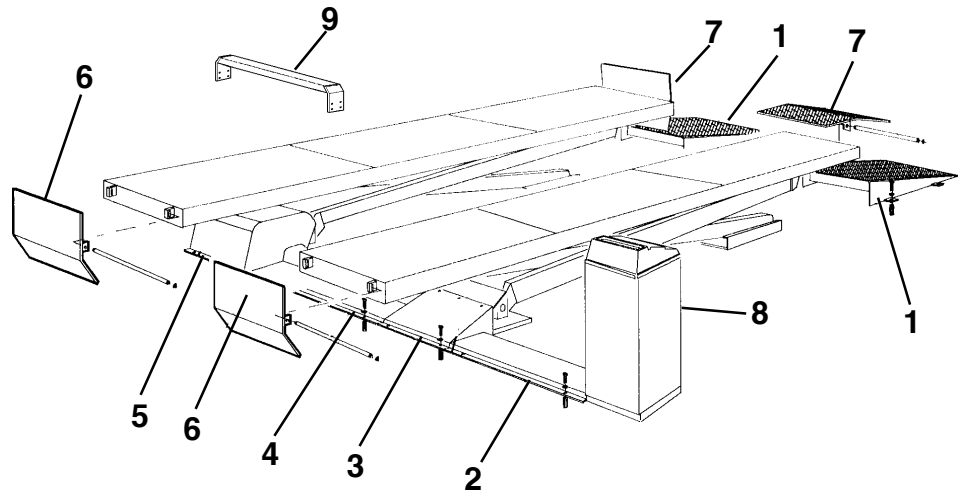

Fig. 37
Rif. Fig. 37. Posizionare le rampe (1) e, utilizzando i fori sulle staffe come dime, forare con punta da 12 mm., profondità 80 mm. Inserire i tasselli in dotazione e serrare a fondo.
Rif. Fig. 37 - Montare gli arresti (7-6).
Ref. Fig. 37. Position the run-up ramps (1) and, using the holes on the brackets as templates, drill to a depth of 80 mm using a 12 mm drill. Fit the anchors provided and tighten well.
Ref. Fig. 37 - Fit the stops (7-6).
Zu Abb. 37. Die Rampen (1) positionieren, die Bohrungen auf den Bügeln als Schablonen verwenden und mit einem 12 mm Bohrer 80 mm tief bohren. Die mitgelieferten Dübel einsetzen und festziehen.
Zu Abb. 37- Die Abrollsicherungen (7-6) montieren.
Réf. Fig. 37. Positionner les rampes (1) et, en utilisant les trous des brides comme gabarit, percer avec une mèche de 12 mm, à une profondeur de 80 mm. Introduire les vis tamponnées incluses dans la fourniture et serrer à fond.
Réf. Fig. 37. Installer les arrêts (7-6).
Ref. Fig. 37. Colocar las rampas (1) y, utilizando los orificios de las abrazaderas como plantillas, agujerear con un taladro de 12 mm., a una profundidad de 80 mm. Introducir los tacos en dotación y apretar a fondo.
Ref. Fig. 37 - Montar los frenos (7-6).